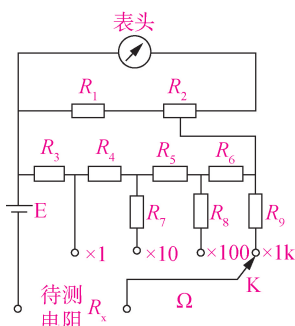

图 2-6 测量电阻的简化电路
(4) 电阻的测量。将转换开关 K 拨向测量电阻的位置,并把待测电阻 R_x 两端分别与两支表笔相接触,这时表内电池 E、调节电阻 R、电流表头及待测电阻 R_x 组成回路,便有电流通过表头使指针偏转,如图 2-6 所示。显然, R_x 阻值越大,则电流越小,偏转角也越小,当被测电阻为无限大时,电流为零,指针不动,指在 ∞ 刻度上。反之, R_x 阻值越小,则指针指在 0 刻度上。所以电阻的刻度方向与电流、电压的刻度方向相反。阻值数等于刻度尺上指示数乘以该量程的倍率数。